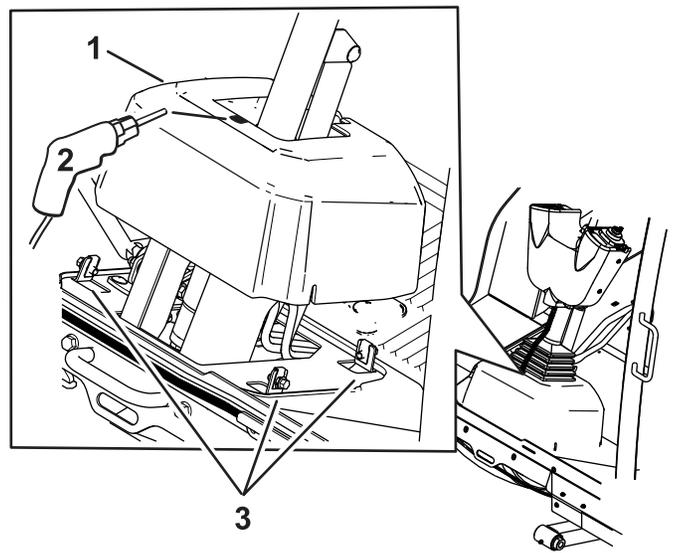

**Bild 8**
7. Verbinden Sie den Kabelbaum mit dem Relais und dem Blinker (**Bild 8**).